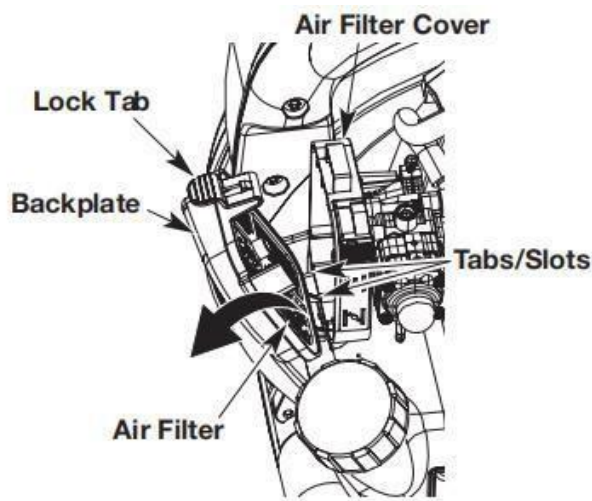

Fig. 12
- 2) Open het luchtfilterdeksel: Druk op het vergrendelingslipje en draai het luchtfilterdeksel naar rechts (Fig. 12).
- 3) Verwijder het luchtfilter (Fig. 12).
- 7) Vervang het luchtfilter (Fig. 12).